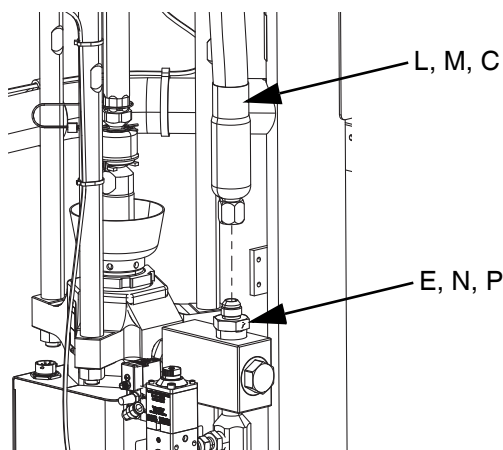
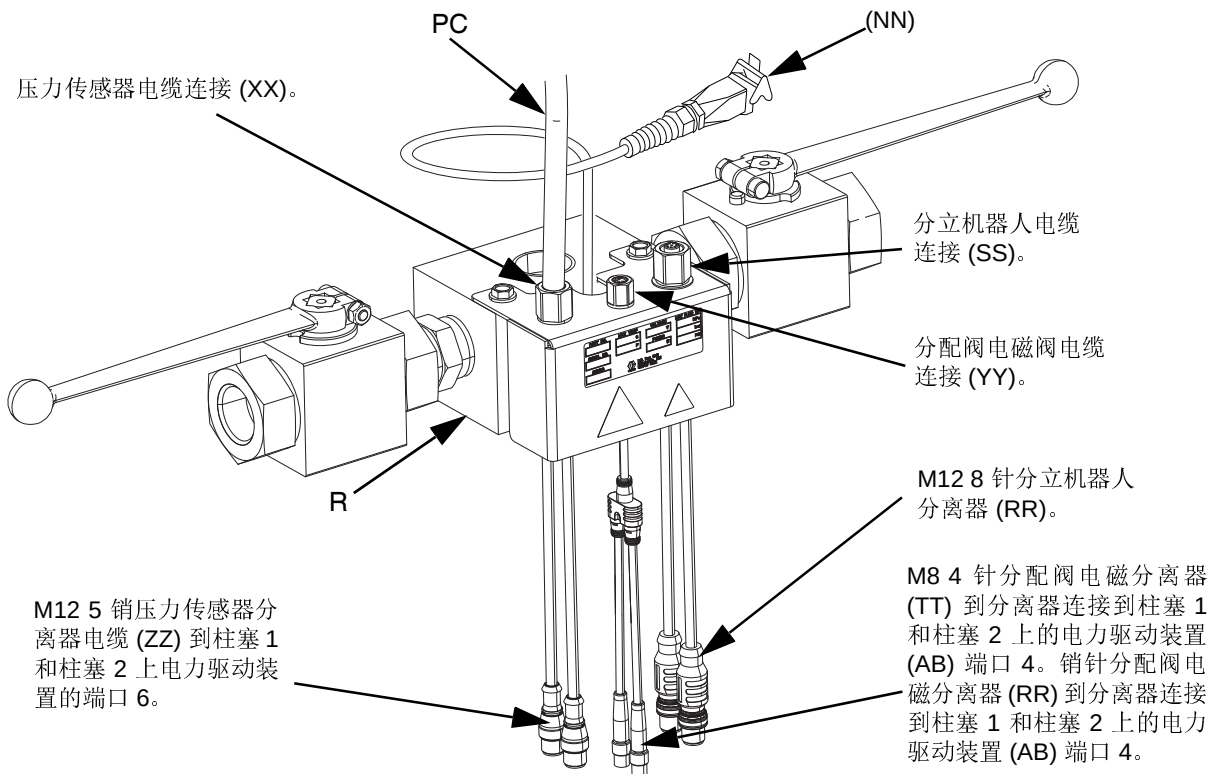

图 18
图 22
4. 如果使用单 iQ 柱塞供给系统，则将供料软管 1 (C) 连接到柱塞供料系统以供给软管 1 接头 (E)，如图 1 和图 18。
a. 将串联软管 1 (L) 连接到柱塞供料单元 1 到串联软管 1 接头 (N)，如图 2 和图 18。
b. 参照图 22 将串联软管 2 (M) 连接到串联软管 2 接头 (P)，如图 2 和图 18。
1. 如果使用单 iQ 柱塞供料系统，则将压力传感器电缆 (PC) 从分配阀 (B) 连接到电动驱动器 (AB) 的端口 6。有关单柱塞系统详细信息，请参见电动驱动器通讯接头通信，第 16 页。
- a. 将压力传感器电缆 (PC) 从分配阀 (B) 连接到串联截止阀压力传感器分离器。参见图 22。
- b. 将串联模块 (R) 上的 M12 5 针压力传感器分离器电缆 (ZZ) 的一个外螺纹端连接到柱塞 1 上电动驱动器 (AB) 的端口 6 上。第二个外螺纹端连接到柱塞 2 上的端口 6。有关串联柱塞系统详细信息，请参见串联柱塞，第 17 页。